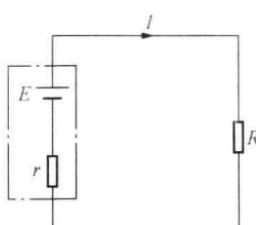

图 1-7 全电路欧姆定律电路图
(2) 全电路欧姆定律。电源与负载电阻  $R$  通过导线连接成一个闭合的回路，就构成完全的电路。在电源内部，可以分为电源电动势  $E$  和电源内部电阻  $r$  两部分，如图 1-7 所示。电源内部电阻  $r$  的值一般比外部负载电阻  $R$  的要小得多。